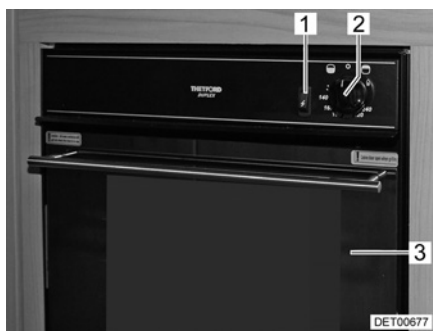
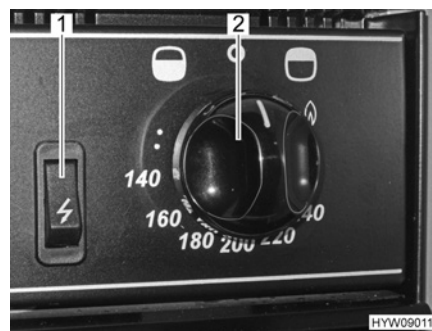

Bild 92 Gasbackofen mit Grill
Bild 93 Bedienelemente (Gasbackofen mit Grill)
- Backofenklappe (Bild 92,3) ganz öffnen.
- Drehregler (Bild 92,2 und Bild 93,2) drücken und entgegen dem Uhrzeigersinn (in Richtung Backofen-Symbol "🔥") auf maximale Einstellung stellen.
- Drehregler (Bild 92,2 und Bild 93,2) drücken und 5 bis 10 Sekunden lang gedrückt halten. Es strömt Gas zum Brenner.
- Zündschalter (Bild 92,1 und Bild 93,1) so lange drücken, bis die Flamme brennt.
- Drehregler (Bild 92,2 und Bild 93,2) drücken und im Uhrzeigersinn (in Richtung Grill-Symbol "") auf das Flammensymbol stellen.
- Drehregler (Bild 92,2 und Bild 93,2) auf "O" drehen. Die Flamme erlischt.